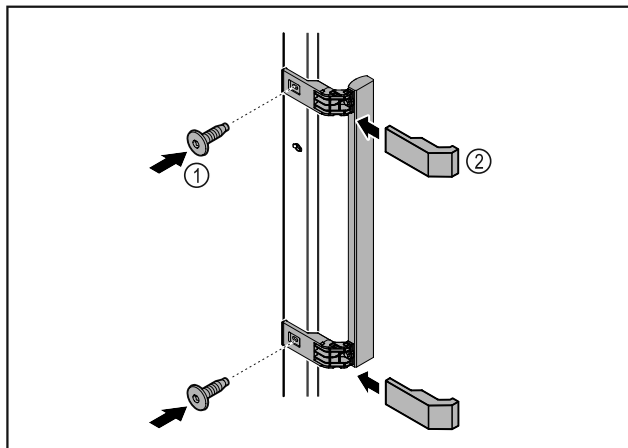

Fig. 8
- ▶ Colocar en la puerta el tirador del kit de accesorios con los tornillos incluidos Fig. 8 (1).
- ▶ Colocar las cubiertas Fig. 8 (2).